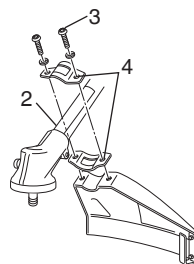

Fig. 2
Alineando a la posición indicada por la etiqueta de ubicación del protector (2), asegure firmemente el protector del mecanismo de corte al tubo del eje de transmisión con el perno (3) y la abrazadera del protector (4). (Fig. 2)